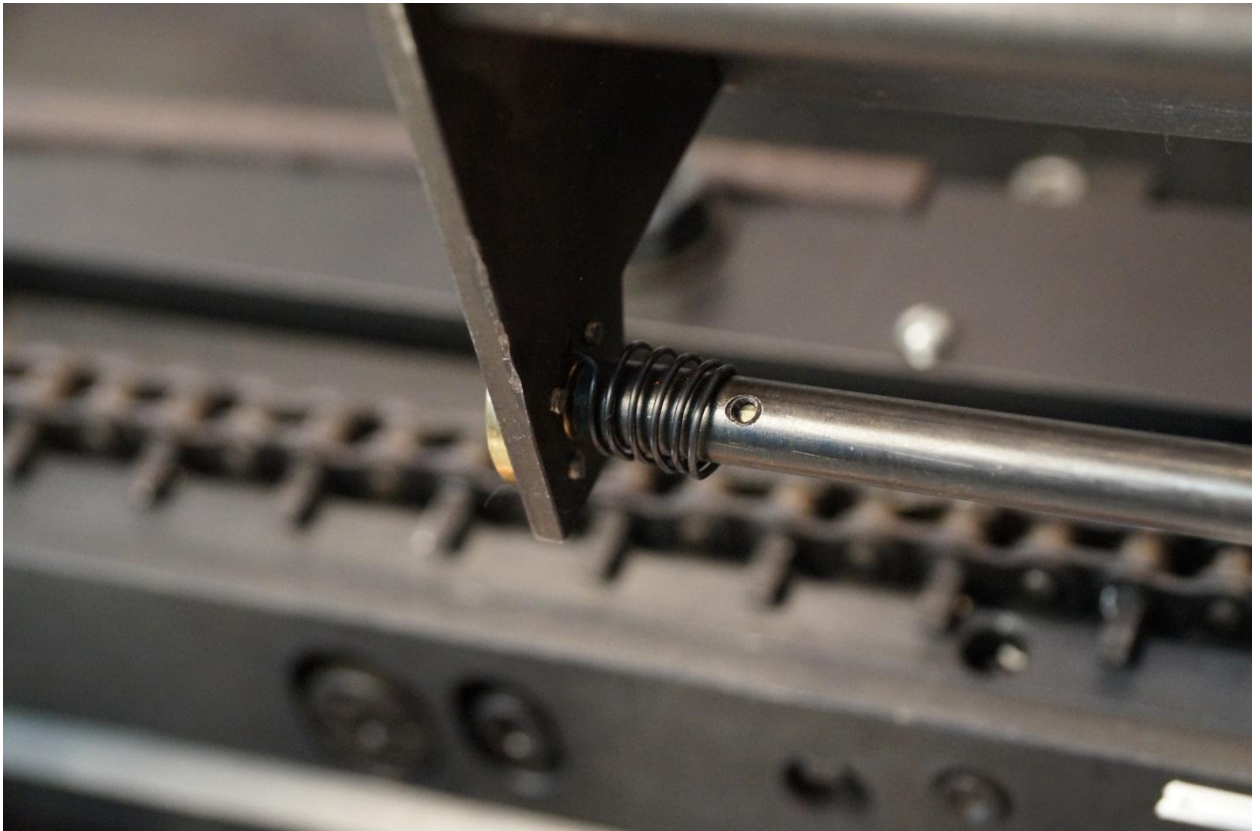

Рис. 12. Возвратная пружина.
- 1) Возврат толкателей регулируется возвратной пружиной (рис. 12). Для ее регулировки (если она ослабнет, или вы сочтете, что натяжение чрезмерно) нужно освободить крепления толкателей (оба винта одновременно) (рис. 10, 7) и с помощью рычага толкателей (рис. 10, 3) повернуть ось крепления толкателей в нужную сторону. После этого снова затянуть крепление толкателей.